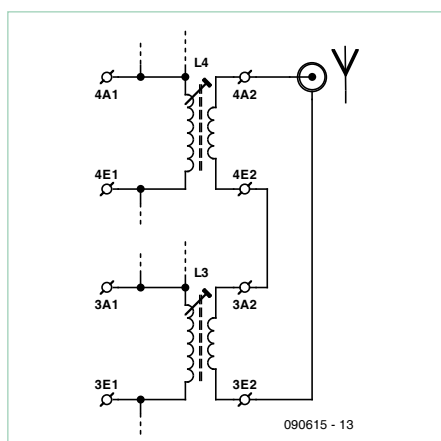

Figure 4. Connexion d'antenne pour deux gammes d'ondes courtes.
Les deux bobines de couplage d'antenne OC (KW), sur 4E2 et 4A2, et sur 3E2 et 3A2, peuvent se câbler en série et se relier au câble d'antenne sans liaison de masse, comme le montre la **figure 4**. Cette solution a également l'avantage de séparer galvaniquement les masses, celle du PC (masse du montage) et celle du réseau d'antennes, ce qui peut éviter une quantité de parasites. Le câblage en série des bobines de couplage n'atténue pas l'amplitude du signal. En effet, à la fréquence voulue l'autre bobine n'est justement pas en résonance et son impédance est donc basse.